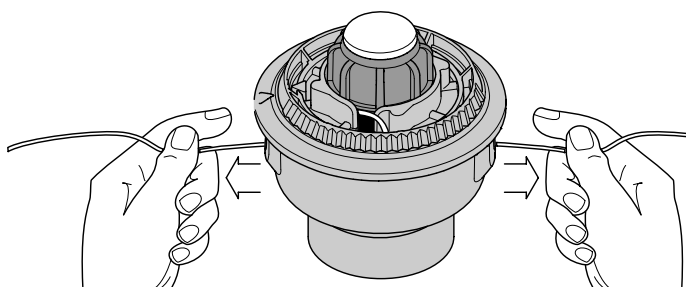

Fig. 23
9. Si le rembobinage du fil devient difficile ou si le fil se coince, tirez-en les extrémités de la bobine. Continuez de rembobiner le moulinet intérieur vers la gauche (Fig. 23).
4. Maintenez le moulinet intérieur et installez le bouton de butée, le ressort, et le joint en mousse en poussant le bouton de butée vers le bas et en le tournant à droite. Saisissez les extrémités et tirez fermement pour dégager le fil des fentes de retenue du moulinet intérieur (Fig. 23).
Si le SpeedSpoolMD ne déroule pas le fil correctement, tirez fermement les extrémités du fil loin de la bobine (Fig. 23). Si cela ne suffit pas, suivez les instructions de *Nettoyage du SpeedSpoolMD*.